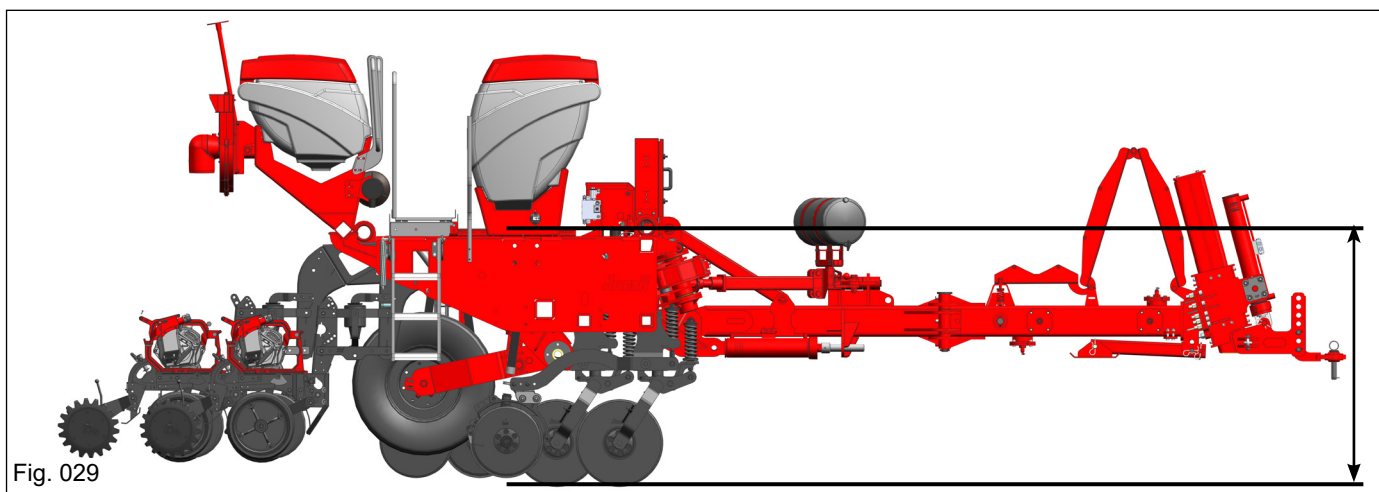

Fig. 029
b) Através do regulador do cabeçalho movimentar o extensor até que a lateral do chassi esteja alinhada em relação ao solo (Fig. 029). Quando estende o comprimento do regulador do cabeçalho, a plantadora tende a inclinar para trás, quando encurta o comprimento do regulador do cabeçalho, a plantadora tende a inclinar para frente.
Ao realizar o nivelamento do implemento, utilize também os recursos de acoplamento do engate com rótula, que pode ser acoplado no cabeçalho na posição superior ou inferior (Fig. 029).